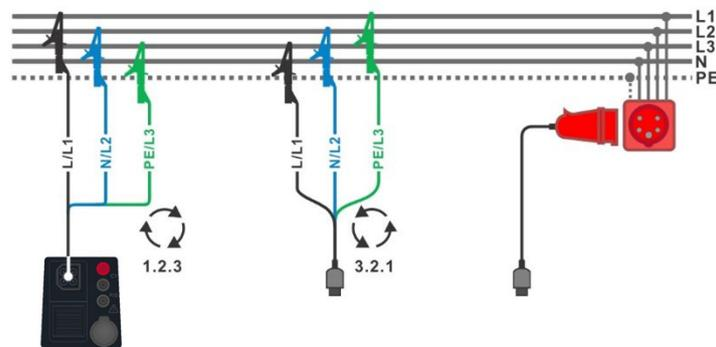
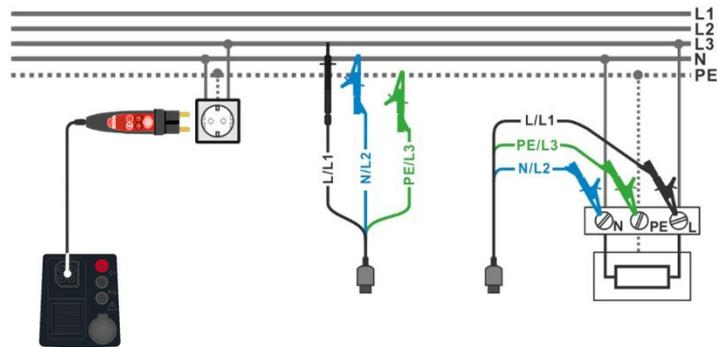

Abbildung 4.2: Anschluss der 3-Leiter Prüfleitung und des optionalen 16 A CEE-Messadapters (044148) im Dreiphasensystem
Abbildung 4.3: Anschluss des Commander-Prüfsteckers und der 3-Leiter-Prüfleitung im Einphasensystem
- › Schließen Sie die Prüflinien am Prüfobjekt an (siehe **Abbildung 4.2** und **Abbildung 4.3**).